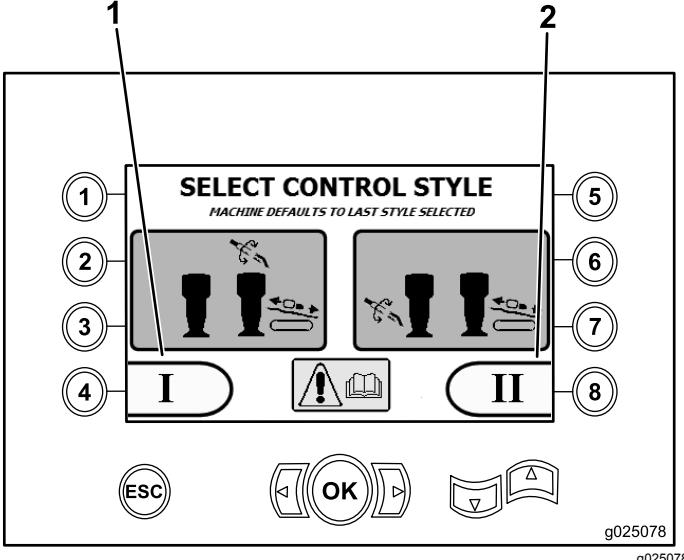

**Figura 8**
- Botón 5 – Diagnóstico y Ajuste de parámetros (Figura 8)
- Botón 6 – Ajustar la calibración del cargador (Figura 8)
- Botón 7 – Borrar un recordatorio de mantenimiento (Figura 8)
- Botón 8 – Control del martillo neumático (Figura 8)
- Botón OK – Volver a la Pantalla de selección de controles (página 5), según se muestra en Figura 8